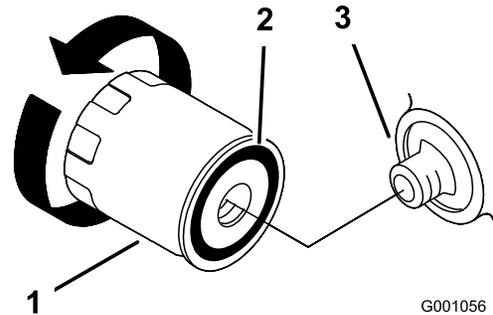

Bild 18
2. Entfernen Sie den Altfilter und wischen die Dichtfläche am Anbaustutzen (Bild 18) ab.
3. Ölen Sie die Gummidichtung am Ersatzfilter leicht mit Frischöl ein (Bild 18).
4. Montieren Sie den Ersatzölfilter am Filterstutzen. Drehen Sie den Ölfilter nach rechts, bis die Gummidichtung den Filterstutzen berührt. Ziehen Sie den Filter dann um eine weitere $\frac{3}{8}$ oder ganze Drehung fest (Bild 18).